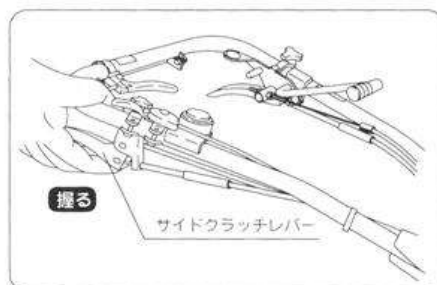

図19
- ③ スロットルレバーを上げて速度を調節します。
- ④ サイドクラッチレバーを握るとサイドクラッチが切れ、離すとクラッチが入ります。旋回したい方向のレバーを握りますと方向変換が出来ます。（図19）